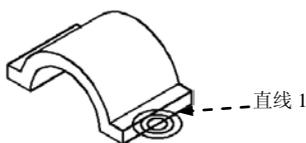

图 12.2.8 绘制等轴测圆
Step7. 绘制图 12.2.8 所示的等轴测圆。
(1) 以图 12.2.8 所示的直线 1 的中点为圆心，参照 Step1 的操作步骤，绘制图 12.2.8 所示的等轴测圆，半径值分别为 15、11、6。